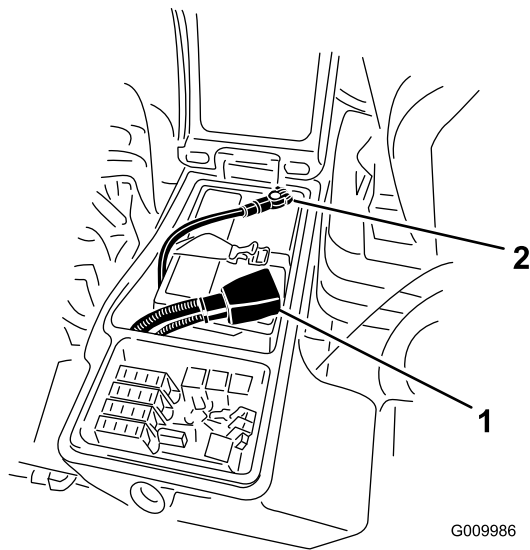

Bild 36
4. Klemmen Sie das Pluskabel (Rot) am Pluspol (+) der Batterie und das Minuskabel (Schwarz) am Minuspol (-) der Batterie an (Bild 36). Befestigen Sie die Kabel mit Kopschrauben und Muttern an den Polen. Stellen Sie sicher, dass die Plusklemme (+) vollständig auf den Pluspol aufgezogen und das Kabel fest an die Batterie angeklemt ist. Das Kabel darf die Batterieabdeckung nicht berühren. Ziehen Sie den Gummischuh über den Pluspol, um Kurzschlüssen vorzubeugen.